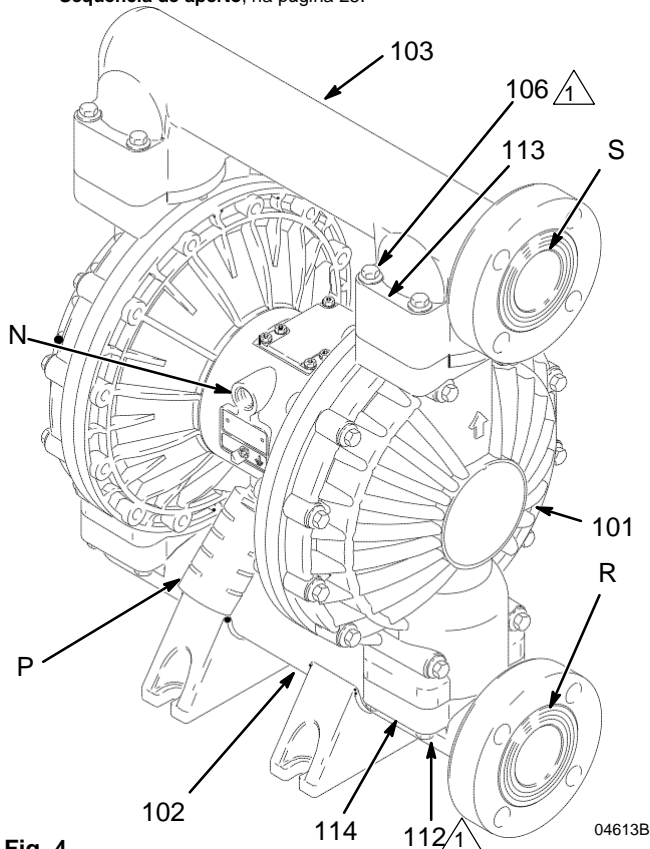

Fig. 4
A bomba é enviada com as portas de entrada de fluido (R) e de saída (S) na mesma direção. Consultar a Fig. 4. Para alterar a orientação da porta de entrada e/ou saída:
1. Remova os parafusos e anilhas (106, 112, 113, e 114), segurando o distribuidor de entrada (102) e/ou saída (103) nas tampas (101).